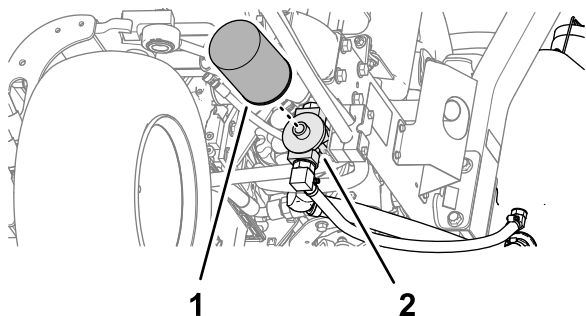

Figura 88
2. Pulite la superficie circostante il filtro. Collocate una bacinella di spurgo sotto il filtro (Figura 88), e togliete il filtro.